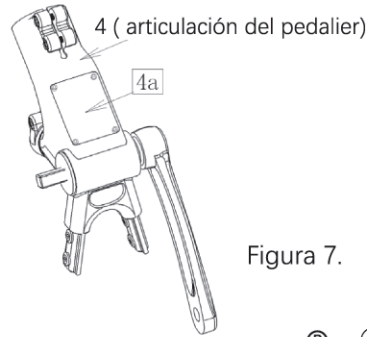

Figura 7.
a. Utilice una llave Allen de 3 mm para retirar los 4 pernos y quitar la cubierta (4a) de la pieza 4, como se muestra en la Figura 7.